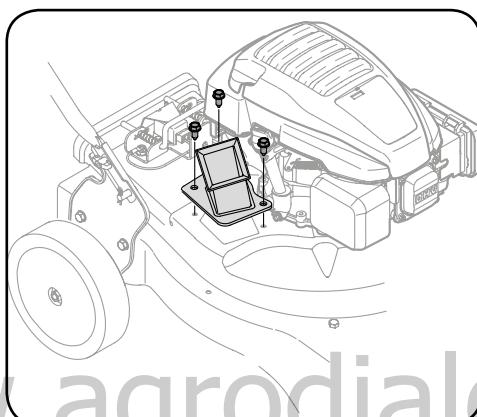

Рисунок 7-7
- 8 Выкрутите три винта с шестигранной головкой, которыми кронштейн-подвеска шланга и канал измельчителя крепятся к верхнему кожуху. См. рисунок 7-7.